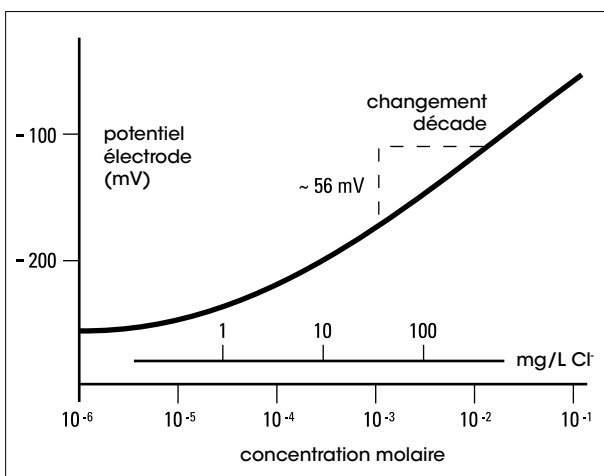

Figure 2 – Courbe type de calibrage de l'électrode chlorure
3. Ajoutez des incréments de l'étalon de chlorure de 1000 mg/L ou de 10^{-2} mol/L dans le bécher en suivant les étapes décrites dans la **tablette 2**. Enregistrez la valeur stable en mV après chaque incrément. Sur du papier semi-logarithmique, relevez les points de concentration (axe logarithmique) par rapport au potentiel en mV (axe linéaire). Voir **Figure 2**. Préparez quotidiennement une nouvelle courbe de calibrage avec des étalons frais.